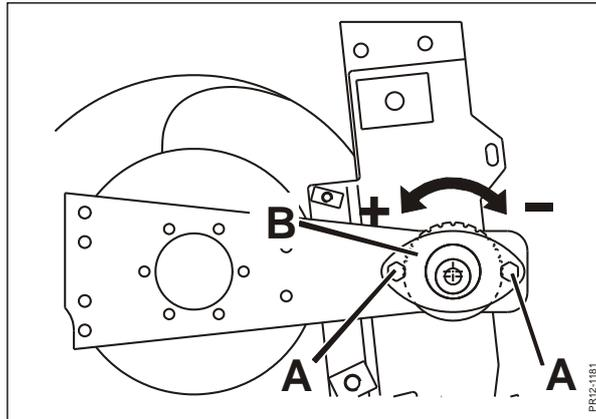

Fig. 6-7
**Fig. 6-7** Después de haber aflojado los dos pernos **A**, se puede girar la excéntrica **B** con un destornillador o herramienta similar. Se deben girar en la dirección **+** para apretarlos y en la dirección **-** para aflojarlos.